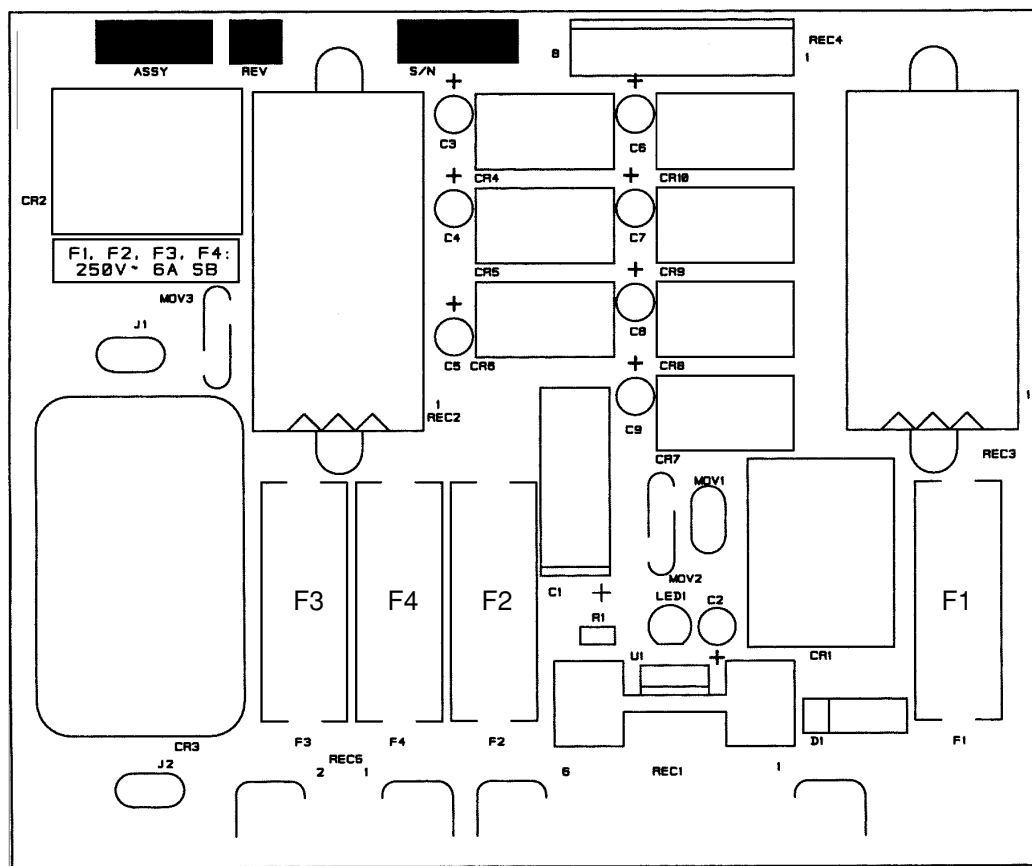

Figura 5-2 Placa de distribuição de potência PCB1
6. Meça a tensão na Placa de Distribuição de Potência PCB1. Refira-se a figura 5-2 para detalhes da PCB1. Procure na placa os fusíveis F1 – F4. Medidas entre cada fusível e o chassi (TERRA) deverá ser como segue:
1. O botão verde POWER ON (PB1) está pressionado, mas os ventiladores não estão operando e o indicador verde POWER ON não está iluminado.	1.1. O botão POWER ON (I) está defeituoso. Verifique se a chave está operando corretamente e se há um bom contato elétrico. A chave POWER ON é normalmente aberta. 1.2. O BOTÃO VERMELHO POWER OFF (O) PB2 está defeituoso. Verifique se a chave está operando corretamente e se há um bom contato elétrico. A chave POWER OFF é normalmente fechada. 1.3. A instalação elétrica associada não está correta ou está sem um bom contato. Verifique a ligação, repare ou troque, se necessário.
2. O botão verde POWER ON, PB1 está pressionado, o indicador verde POWER ON ilumina, mas os ventiladores não estão operando.	2.1. O CR2 na placa de distribuição de potência está defeituoso. Verifique se o CR2 liga, quando o botão POWER ON é pressionado. Veja figura 5-2 para localizar o CR2. Se CR2 estiver defeituoso, substitua a PCB1. 2.2. Conector da placa de distribuição de potência não está fixado com firmeza. Verifique os pinos, conectores e as ligações associadas quanto a não continuidade. Repare ou troque, se necessário.
3. O botão verde POWER ON, PB1 está pressionado, os ventiladores estão operando mas o indicador verde POWER ON não ilumina.	3.1. O botão PB1 não foi mantido pressionado por um prazo longo o bastante. Pressione e segure o botão PB1 por um prazo mínimo de 5 segundos. 3.2. O relé CR1 na placa de distribuição de potência está defeituoso. Verifique se o CR1 atua quando o botão POWER ON é pressionado. Veja figura 5-2 para localizar CR1. Se CR1 estiver defeituoso, substitua PCB1. 3.3. Um ou mais LEDs do PAINEL permanecem iluminados, indicando uma condição de falha. Para localizar o problema, veja localização de defeitos por LEDs do painel adiante nesta seção.